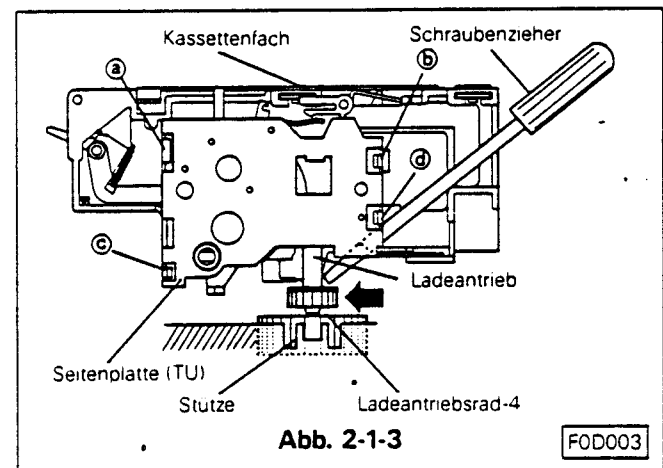

Abb. 2-1-3
- Bringen Sie das Kassettenfach über die Positionslöcher ① und ②, und schieben Sie es mit den beiden U-Löchern ③ und ④ placiert an der Front rechts und links unter die Befestigungspinne. (erst die linke Seite)
- Das Kassettenfachtantriebsrad ist nach Abschnitt B. in den meisten Fällen noch nicht in dem Halter fixiert. In diesem Falle bewegen Sie das Antriebsrad durch drücken in Richtung vorwärts, damit es im Antrieb einrastet. Siehe Abb. 2-1-3 ist es wie oben beschrieben nicht möglich, das Antriebsrad einrasten zu lassen, schieben Sie das Antriebsrad 4 a etwas unter das Deck und das Kassettenfachtantriebsrad ist sehr einfach zu fixieren.
- Das Kassettenfach mit den Schrauben ①, ②, ③ und ④ befestigen.
2-2-1 Ausbau (siehe Abb. 2-1-3, 2-2)
- Die Halteschnapper (①, ②, ③ und ④) der Platte an der Aufwickelseite des Kassettenfachs lösen und die Platte entfernen. (Siehe Abb. 2-1-3)
2-2-2 Einbau (siehe Abb. 2-1-3, 2-2)
- Die Seitenplatte am Kassettenfach Aufwickelseite aufsetzen und in die Schnappen ①, ②, ③ und ④ einrasten. (Siehe Abb. 2-1-3)